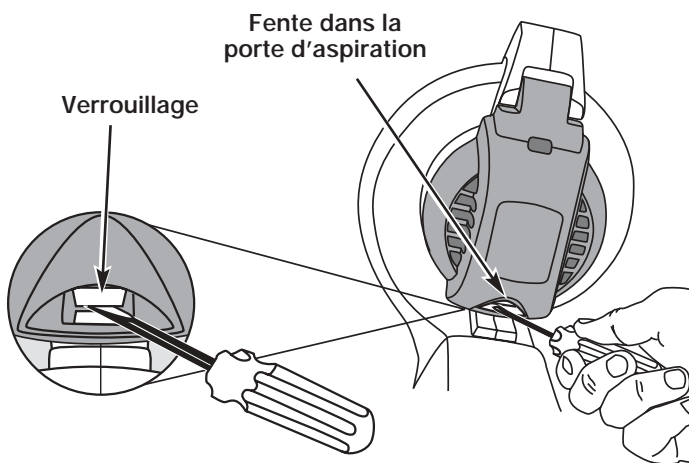

Fig. 4
4. Insérez un tournevis plat dans la fente à l'extrémité inférieure de la porte de l'aspirateur. Touchez le verrouillage de la porte d'aspiration et poussez vers l'intérieur et vers le haut (Fig. 4). Tirez alors sur la porte d'aspiration et maintenez-la ouverte.